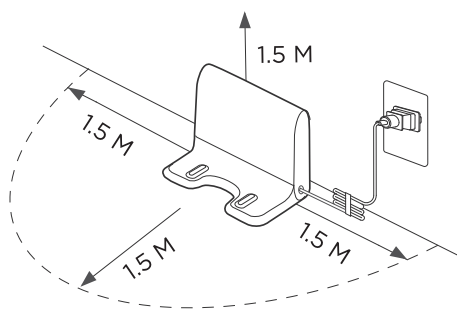

Figura 1
- a. Colocación del puerto de carga: Coloque debidamente el puerto de carga; no coloque ningún otro elemento en 1.5m alrededor del puerto de carga. (Figura 1)